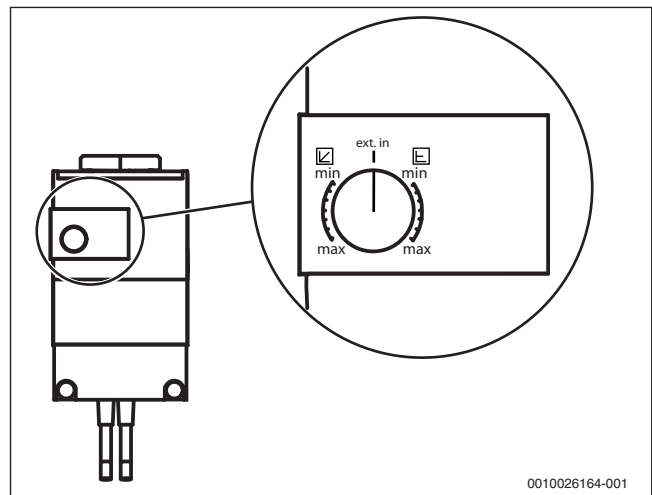

Bild 10 Einstellungen an der primären Heizkreispumpe
- Die primäre Heizkreispumpe ist werkseitig auf den Wert **ext. in** eingestellt (→ Bild 10). Diese Einstellung darf nicht verändert werden. Die Pumpensteuerung erfolgt über das Regelgerät HMC10-1.